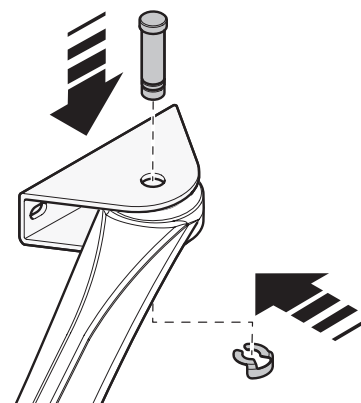

Fig. 10
01. Fissare il braccio del motoriduttore alla staffa come mostrato in **fig. 10** utilizzando il perno e seger in dotazione;